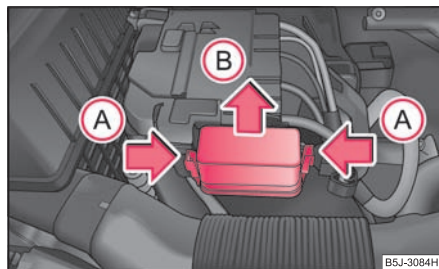

Fig. 202 Batterie: Cache des fusibles
- Appuyez en même temps sur les verrouillages du cache-fusibles dans le sens de la flèche (A) ⇒ fig. 202 et poussez le cache dans le sens de la flèche (B) pour l'enlever.